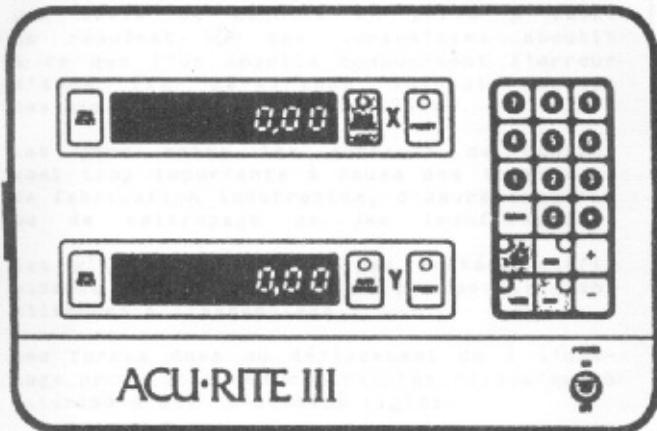

Figure 3.23 Position du compteur :
- a) appuyer sur la touche AUTO-ENABLE de l'axe choisi. La touche s'allumera (Fig. 3.23)